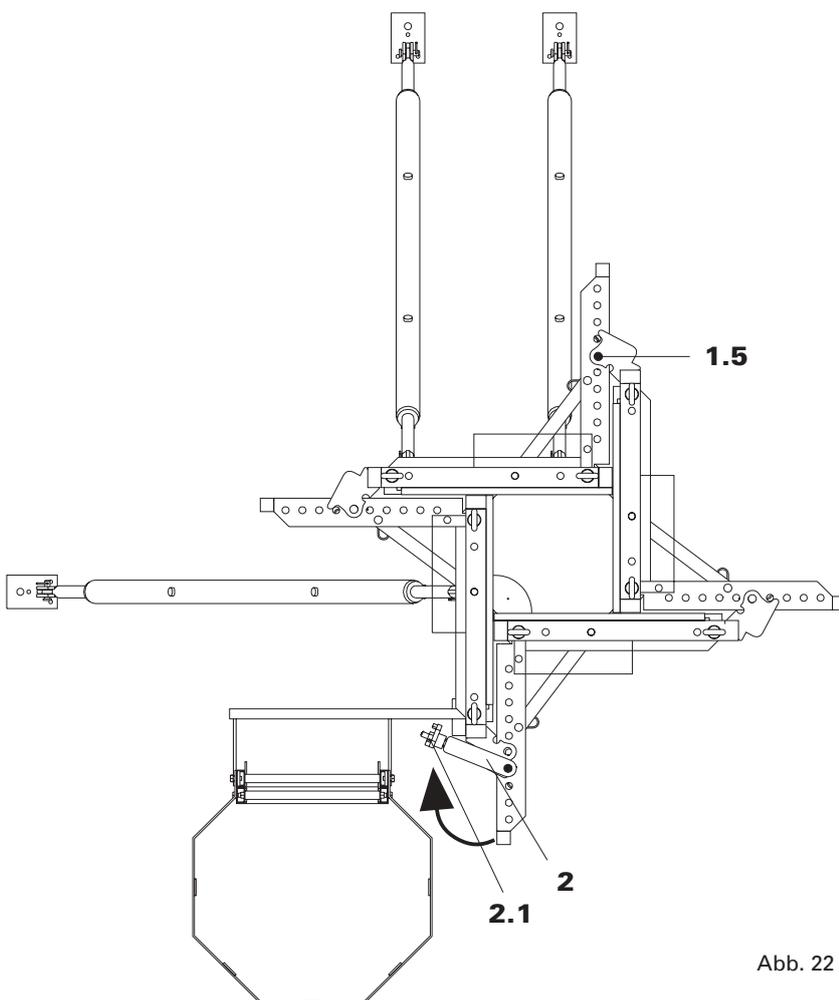

Abb. 22
3. Mit Bolzen **1.5** und Federsteckern zweite Einheit an der bereits stehenden Einheit befestigen. Abb.22
4. Spanngarnituren über die Befestigungslaschen am nächsten Element schwenken und mit den Flügelmutter **2.1** festziehen. Abb.22
Abb.22 ist ohne Betonierplattform abgebildet.